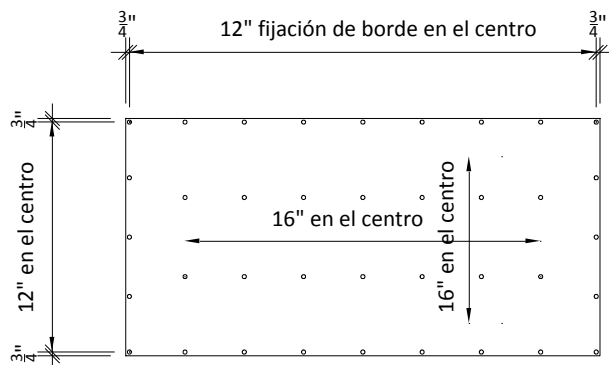

Fig.6 - Diagrama de espaciado de sujetadores
3. El espaciado de los sujetadores es típicamente de 12" a lo largo de todos los bordes del panel y 16" en el centro a lo largo de la mitad del panel. Para asegurarse de que los bordes no se dañen, los sujetadores deben permanecer a un mínimo de 3/4" de los bordes del panel. Vea fig. 6